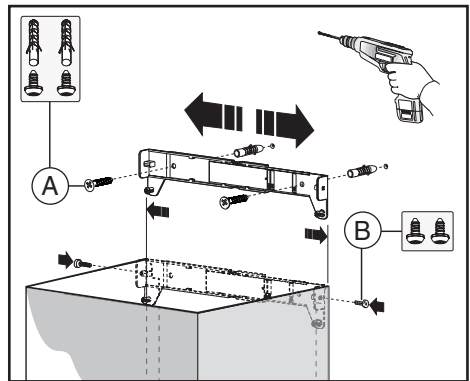
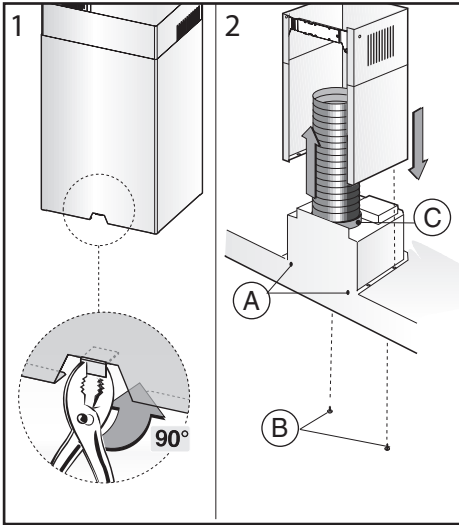

Fig.3
Fig.5
выполните отверстия **А**, соблюдая указанные расстояния (**Рис.2**). Прикрепите устройство к стене при помощи регулируемого кронштейна, выровняйте устройство в горизонтальном положении. Прикрепите окончательно колпак двумя винтами **А** (**Рис.5**). В зависимости от варианта монтажа используйте винты (шурупы) и дюбели, соответствующие типу стены (например, железобетон, гипсокартон и т. д.). Если винты и дюбели входят в комплект поставки, следует удостовериться в том, что они подходят для того типа стены, на которой должен быть смонтирован колпак.
**Внимание!** Если модель вашего аппарата имеет нижнее соединение язычком, прежде чем приступить к закреплению, захватите нижнее соединение и при помощи щипцов наклоните язычок вовнутрь, как указано на **рисунке 5 Этап 1**. Предварительно выполните подводку электропроводов внутри декоративного сборочного элемента. Если ваше устройство устанавливается как вытяжное или с наружным электродвигателем, предварительно сделайте отверстие для отвода воздуха. Отрегулируйте ширину поддерживающего кронштейна верхнего сборочного элемента (**Рис.3**). Прикрепите его к потолку винтами **А** так, чтобы обеспечить его соосность с вашим колпаком (**Рис.3**), соблюдая расстояние от потолка, указанное на **Рис.2**. Соедините фланец **С** с отверстием для вывода воздуха посредством соединительной трубы (**Рис.5**).
Вставьте верхний сборочный элемент в нижний. Прикрепите нижний сборочный элемент к колпаку, используя винты **В**, которые прилагаются (**Рис.5**), сместите верхний сборочный элемент до кронштейна и прикрепите его винтами **В** (**Рис.3**). Для превращения колпака из вытяжного в фильтрующий обратитесь к своему дилеру для получения фильтров с активированным углем и следуйте инструкциям по установке.